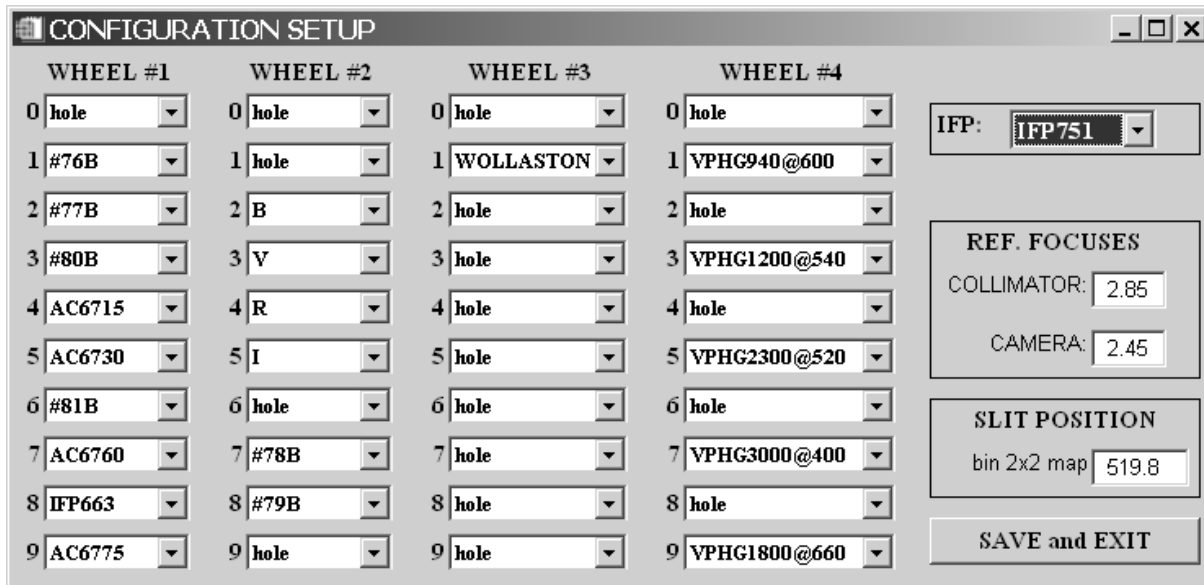

Рис. 7: Меню записи конфигурации.
2. **SET CONFIGURATION.** Кнопка вызывает меню (рис. 7), в котором для каждой турели прописываются установленные в них решетки, фильтры и фазовые пластинки. Здесь же указывается название установленного ИФП, а также опорные значения фокуса коллиматора. Фокус камеры пока нигде не используется